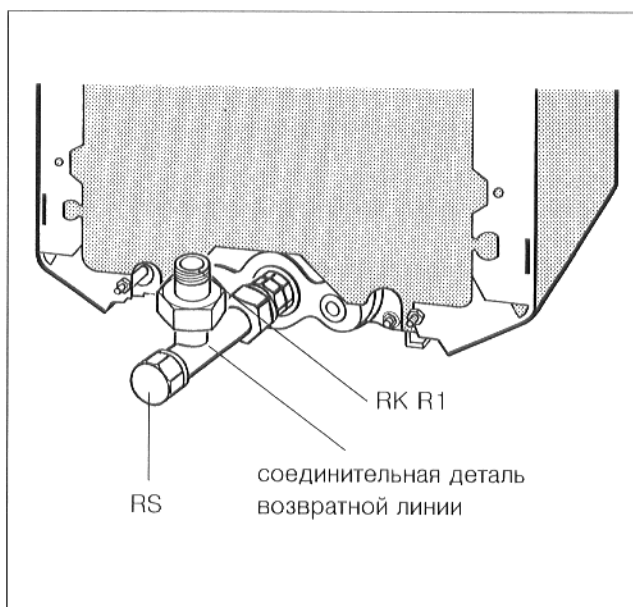

Рис. 11
- Возвратная линия бойлера (RS) подключается всегда сзади к соединительной детали возвратной линии, а возвратная линия отопительного контура (RK) к боковому выходу соединительной детали возвратной линии (рис. 11).